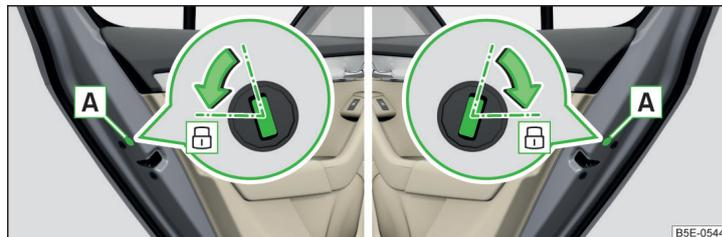

Abb. 214 Notverriegelung: Tür hinten links/rechts
- › Die Blende **A** abbauen » Abb. 214.